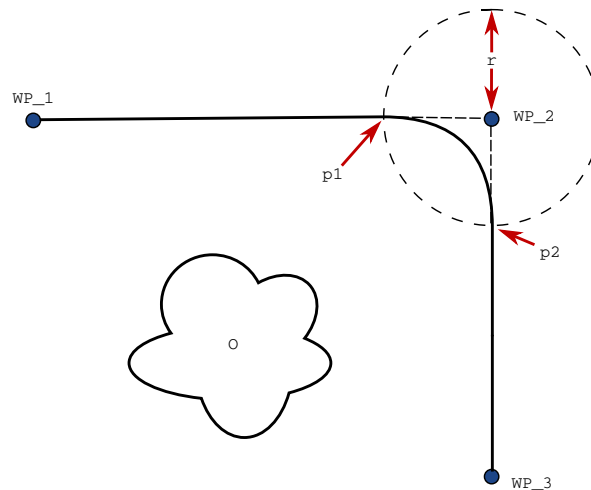

FIGURE 14.3 – Mélanger sur  $WP_2$  avec rayon  $r$ , position de lissage initiale à  $p1$  et position de lissage finale à  $p2$ .  $O$  est un obstacle.
**Paramètres de lissage** À part depuis les points de passage, plusieurs paramètres influenceront la trajectoire du lissage (voir la figure 14.3) :